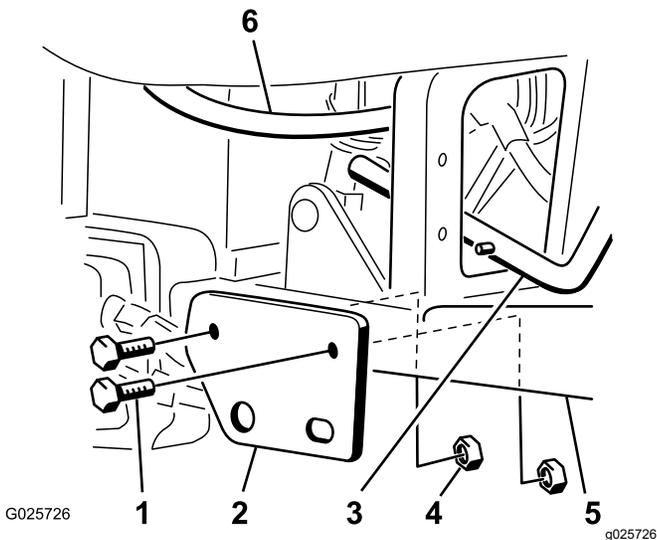

图 2
5. 使用 2 个螺栓 1/2 x 3-1/4 英寸和薄锁紧螺母 1/2 英寸将松土耙升降手柄总成的安装支架安装到右脚踏板管道上如图 2 所示。
**注意** 液压管线和升降手柄总成之间必须至少有 3 毫米 1/8 英寸的间隙。根据需要轻轻放置液压管线图 2。